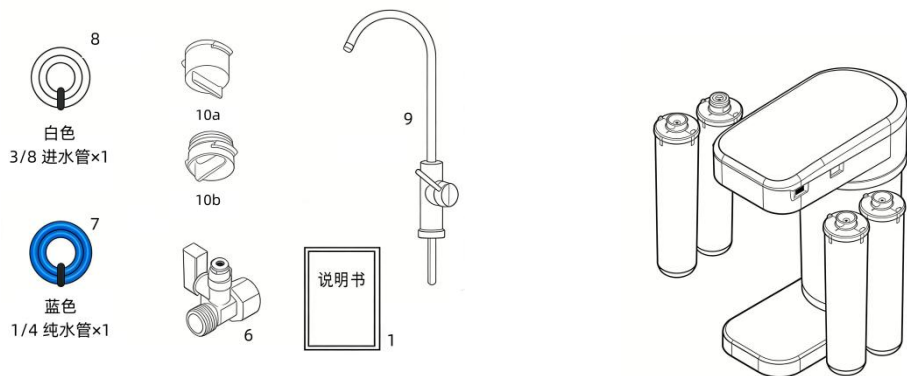

图 1. 产品组装图
- 取下位于净水器上盖下方的检修盖（图 1；位置 10b）。